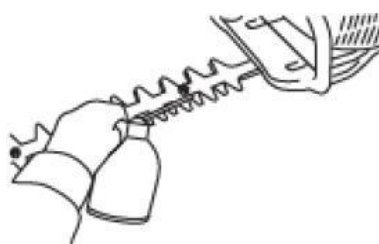

Fig. 12a
- Utilizzare una bottiglia di olio per macchina per applicare olio lubrificante sulla lama. (Fig. 12a)